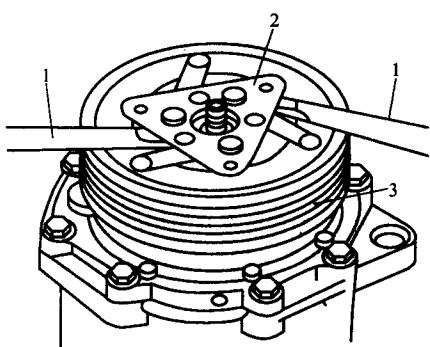

图 2-5 起出离合器盘
(1) 松开压缩机电磁离合器多楔带轮的六角螺母。使用直径为 4mm 的通用两孔扳手 3212A 拆下六角螺母，拧紧力矩为 15N·m。
(2) 拉出离合器盘。用两个一字旋具 1 起出离合器盘并拆下，如图 2-5 所示。